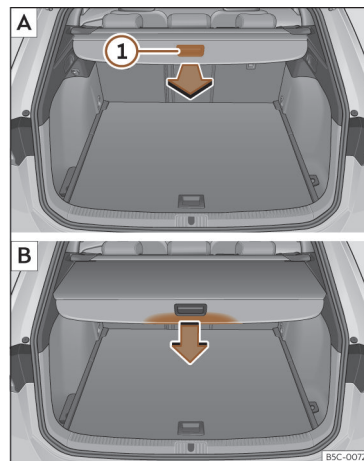

Fig. 175 Dans le coffre à bagages : dérouler et enrouler la plage arrière.
• Tirez uniformément sur la plage arrière par la poignée >>> **fig. 175** (1) vers l'arrière puis retirez-la jusqu'en butée jusqu'à ce qu'elle s'encastré de manière audible.
• Appuyez sur la poignée de la plage arrière dans le sens de la flèche jusqu'à la débloquent >>> **fig. 175** (B).